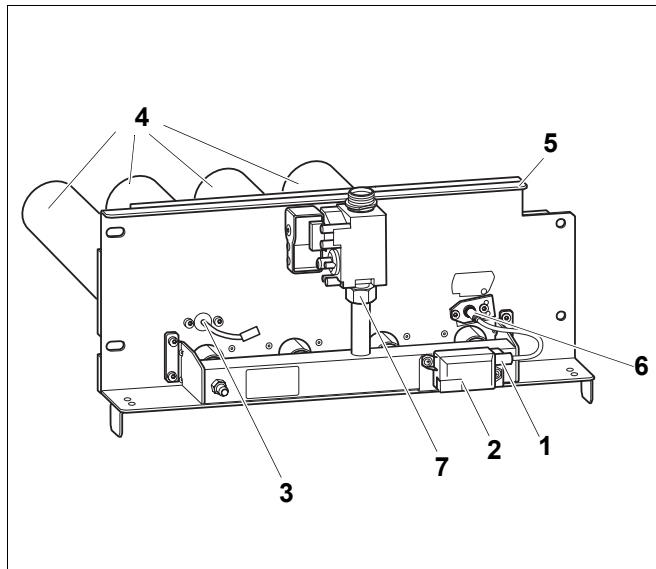

Рис. 41 Чистка горелки
- Отсоединить штекер кабеля для розжига (рис. 41, поз. 1) на трансформаторе розжига (рис. 41, поз. 2).
- Открутить оба болта на контролирующем электроде (рис. 41, поз. 3) и осторожно вынуть его.
- Открутить оба болта на запальном электроде (рис. 41, поз. 6) и осторожно вынуть его.
- Открутить резьбовое соединение газовой арматуры (рис. 41, поз. 7) и снять ее.
- Опустить стержни горелки (рис. 41, поз. 4) в воду с чистящим средством и очистить их щеткой.
Следите за тем, чтобы не намочить теплоизоляцию на щитке горелки (рис. 41, поз. 5) и запальный трансформатор (рис. 41, поз. 2). При необходимости снимите запальный трансформатор.